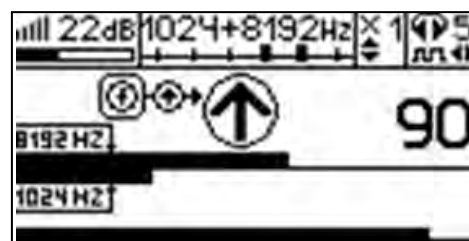

Рис. 7.3
3. Включить приемник. В «Стартовом окне» следует выбрать вид принимаемого сигнала – «двухчастотный» . После запуска измерения кнопкой , появится окно «направление сигнала» (рис. 7.3).